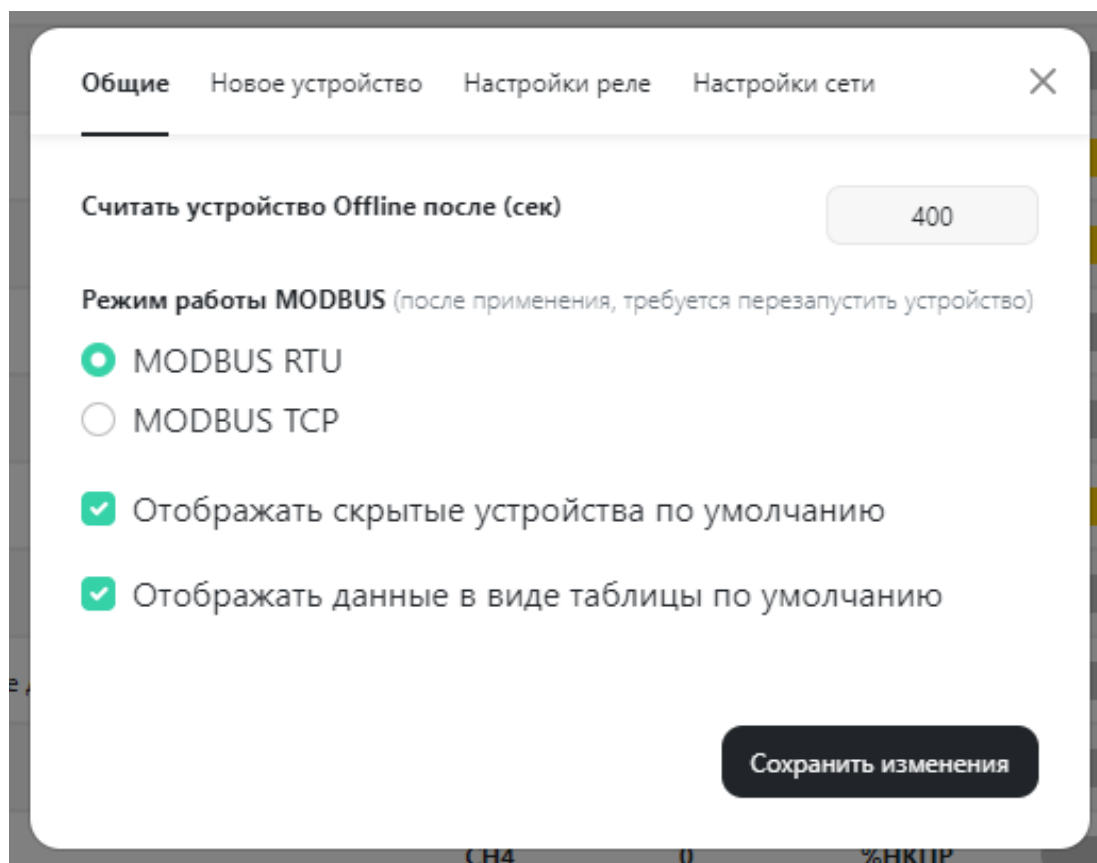
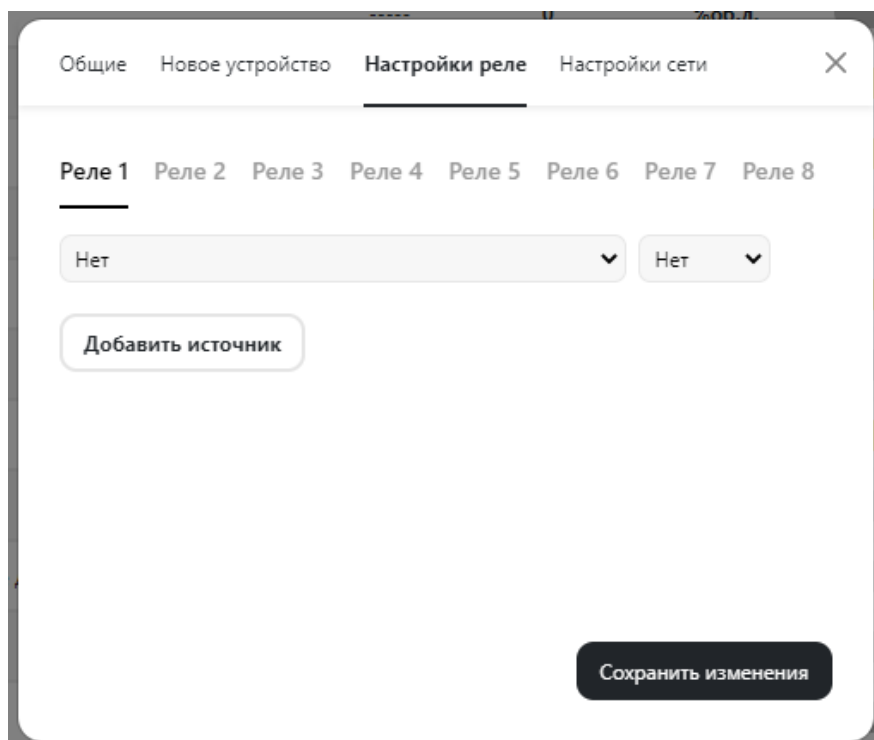
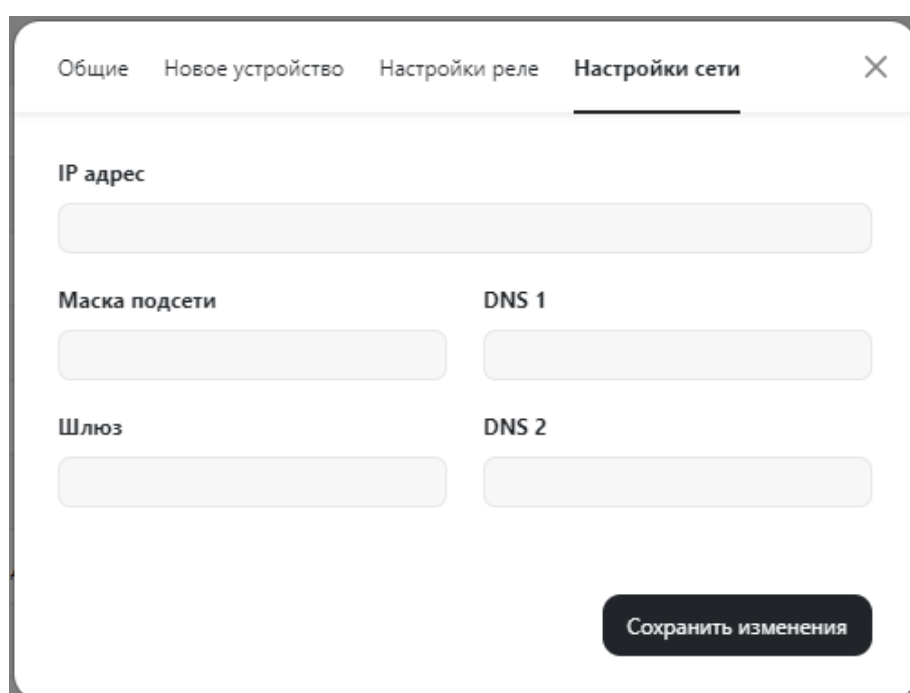

Рисунок 9 – Структура раздела Общие
Рисунок 11 – Структура раздела Настройки реле
Рисунок 12 – Структура раздела Настройки сети
- **Общие** (Рисунок 9), **Новое устройство** (Рисунок 10), **Настройка реле** (Рисунок 11), **Настройка сети** (Рисунок 12).
В разделе **Общие** (Рисунок 9) возможны следующие настройки:
В разделе **Настройки реле** (Рисунок 11) возможно:
В разделе Настройка сети (Рисунок 12) необходимо: